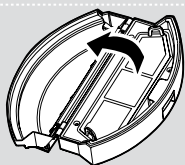

Fig. 19
3. Rimuovere tutti i componenti del filtro e pulirli separatamente. Procedere all'assemblaggio in modo inverso. **[Fig. 19,20]**